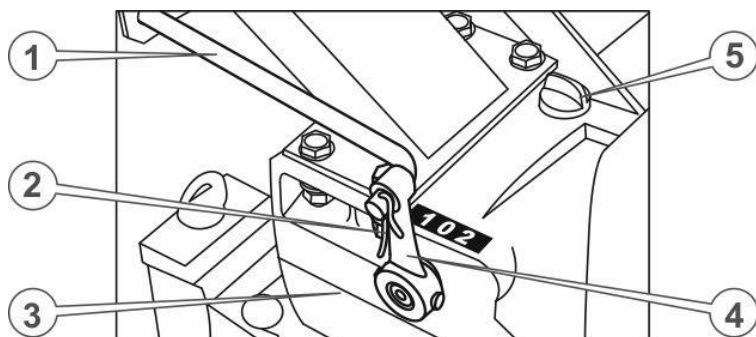

Рисунок 6 – Редуктор та важіль КПП
28. Встановити важіль перемикачів передач, протягнувши його через вушко на кермі та вставивши кінцевим загином в отвір у коромислі на коробці перемикачів передач (див. рис. 6), зафіксувати важіль шплінтом.